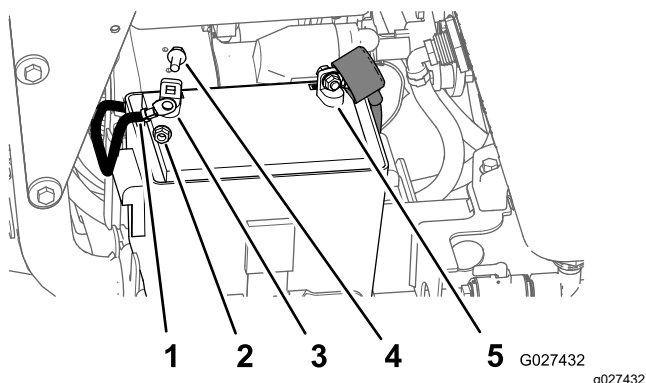

Figure 78
3. Retirez le boulon à embase hexagonale et l'écrou à embase du câble négatif et de la borne négative (-) de la batterie, et débranchez le câble de la batterie (Figure 78).
- Enlevez le capuchon rouge de la borne positive de la batterie (Figure 78).
- Retirez le boulon à embase hexagonale et l'écrou à embase du câble positif (rouge) et de la borne positive (+) de la batterie, et débranchez le câble de la batterie (Figure 78).
- Reliez le câble positif (rouge) à la borne positive (+) de la batterie au moyen d'un boulon à embase et d'un écrou à embase (Figure 78).
- Reliez le câble négatif à la borne négative (-) de la batterie avec un boulon à embase et un écrou à embase (Figure 78).